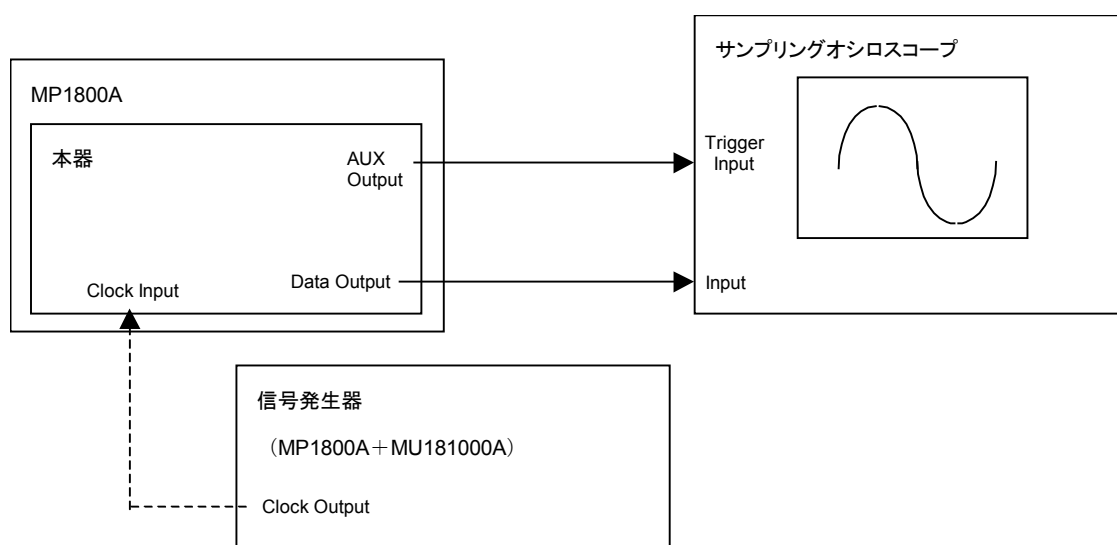

図7.3.2-1 波形試験接続図
7. 図 7.3.2-1 に従って、測定器のケーブルを接続します。